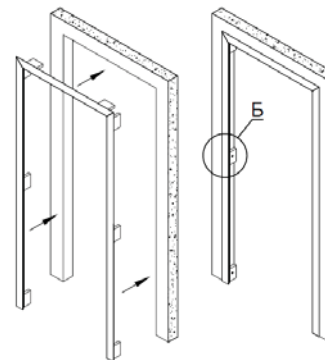

РИС. 4
**1.5.** Установить раму в проем, как на рис. 4
**1.6.** В местах примыкания опор прикрутить к стене. Узел Б на рис. 4 (крепёж зависит от материала проема).